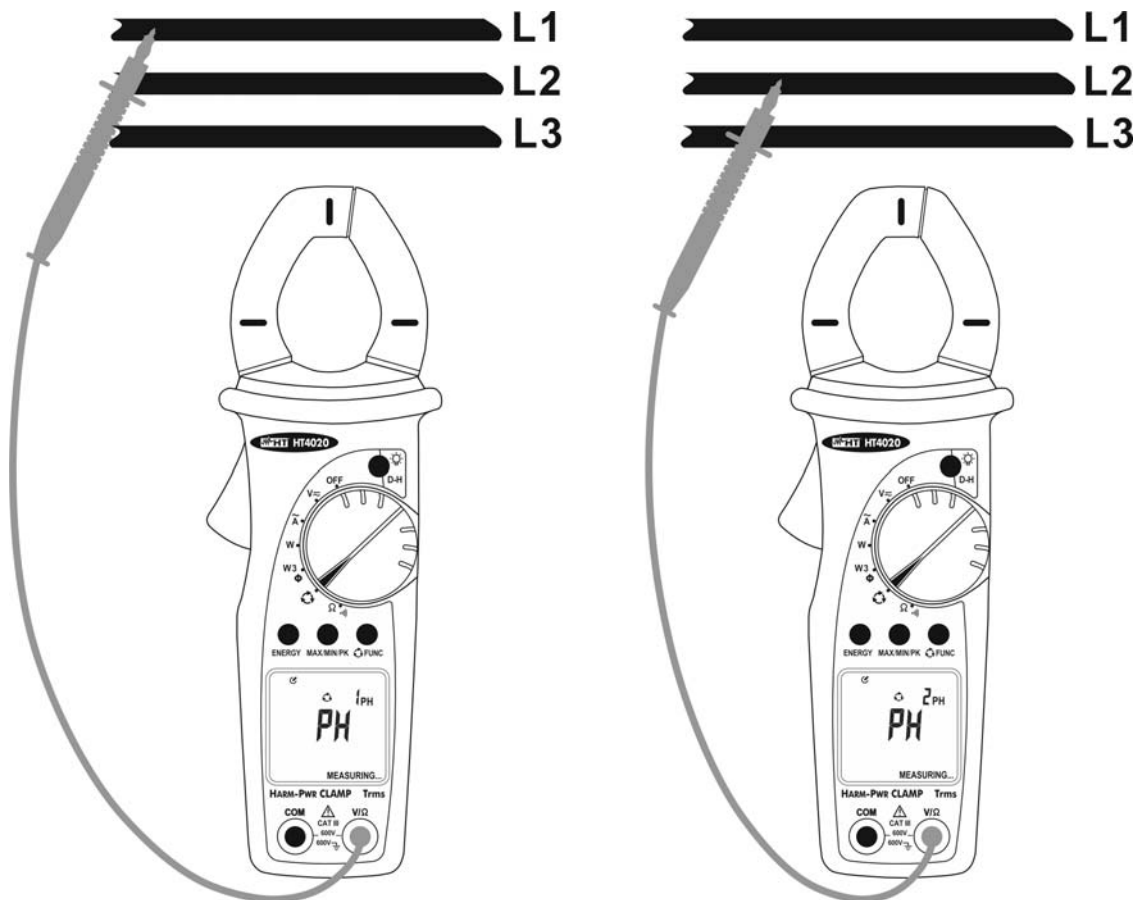

Abb. 13: Messung der Phasenfolge
3. Verbinden Sie die rote Prüfspitze mit dem Leiter der L1. Phase. (s. Abb. 13 – linken Teil) Falls nötig kann die rote Prüfspitze an der Gummischutzhülse befestigt werden
5. Nach ca. 1 Sekunde erscheint "MEASURING" („MESSUNG“) auf der Anzeige. Dies zeigt, dass das Messgerät bereit für die erste Messung ist (s. Abb. 13 – linken Teil)
8. Verbinden Sie die rote Prüfspitze mit dem Leiter der L2. Phase (s. Abb. 13 – rechten Teil)